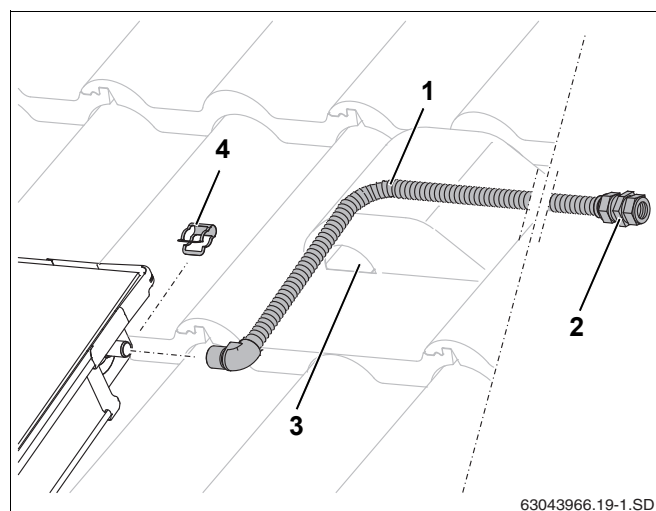

Рис. 53 Монтаж подающей линии (без воздушного клапана на крыше)
- ▶ Наденьте соединительную трубу (1000 мм, рис. 53, поз. 1) на штуцер подающей линии коллектора и зафиксируйте зажимом (рис. 53, поз. 4).
- ▶ Проведите трубу вместе с проводом датчика через черепицу с вентиляционным отверстием (рис. 53, поз. 3) и изоляцию кровли.
- ▶ Подключите сборную линию к резьбовому соединению с зажимным кольцом (рис. 53, поз. 2).